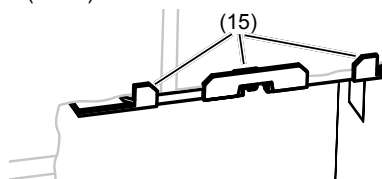

Bild 4: Einbauposition der Befestigungselemente (15) Auflagewinkel der Befestigungselemente
ⓘ Die Auflagewinkel (15) der Befestigungselemente müssen auf der Wandoberfläche aufliegen (Bild 4).